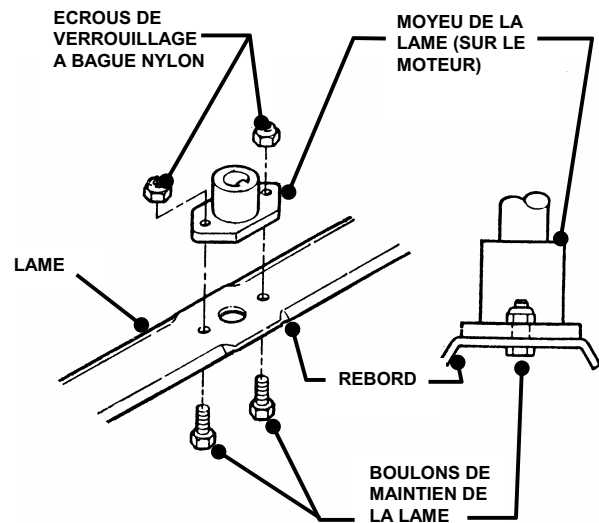

FIGURE 4.2
3. Déposez la lame. Voir figure 4.2.
6. Réinstallez la lame. Voir figures 4.2 et 4.3. Vérifiez le couple de serrage au niveau du boulon de maintien. Nous vous recommandons un couple de serrage compris entre 40 et 55 N.m.